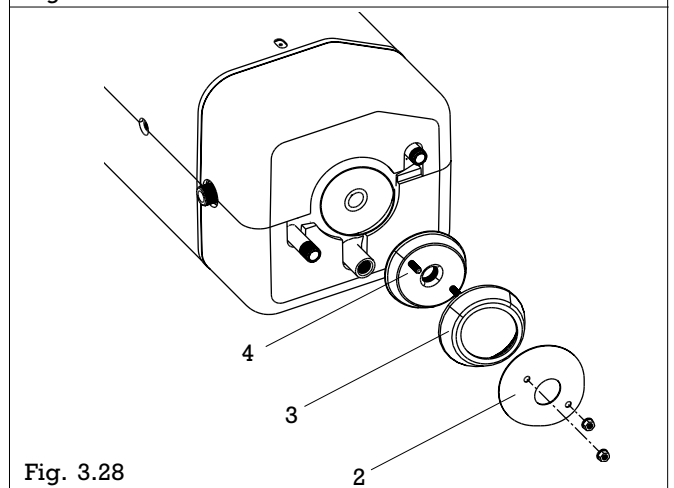

Fig. 3.28
- Déposer la trappe de visite du ballon en retirant les 2 écrous de 13, la bride extérieure (2) (fig. 3.28), le joint (3) et la bride intérieure (4)